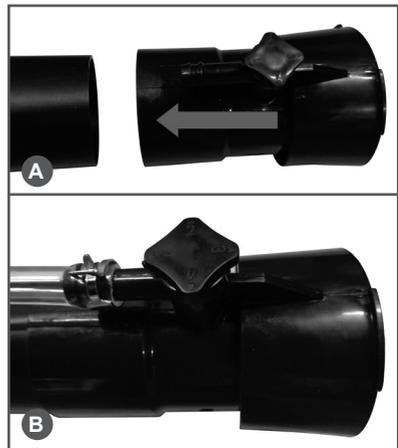

Рис. 7 Установка сопла и шланга сопла
5. Установите сопло распылителя (Рис. 7А).
6. Установите шланг подачи жидкости от запорного крана и закрепите его хомутом на штуцере сопла (Рис. 7В).